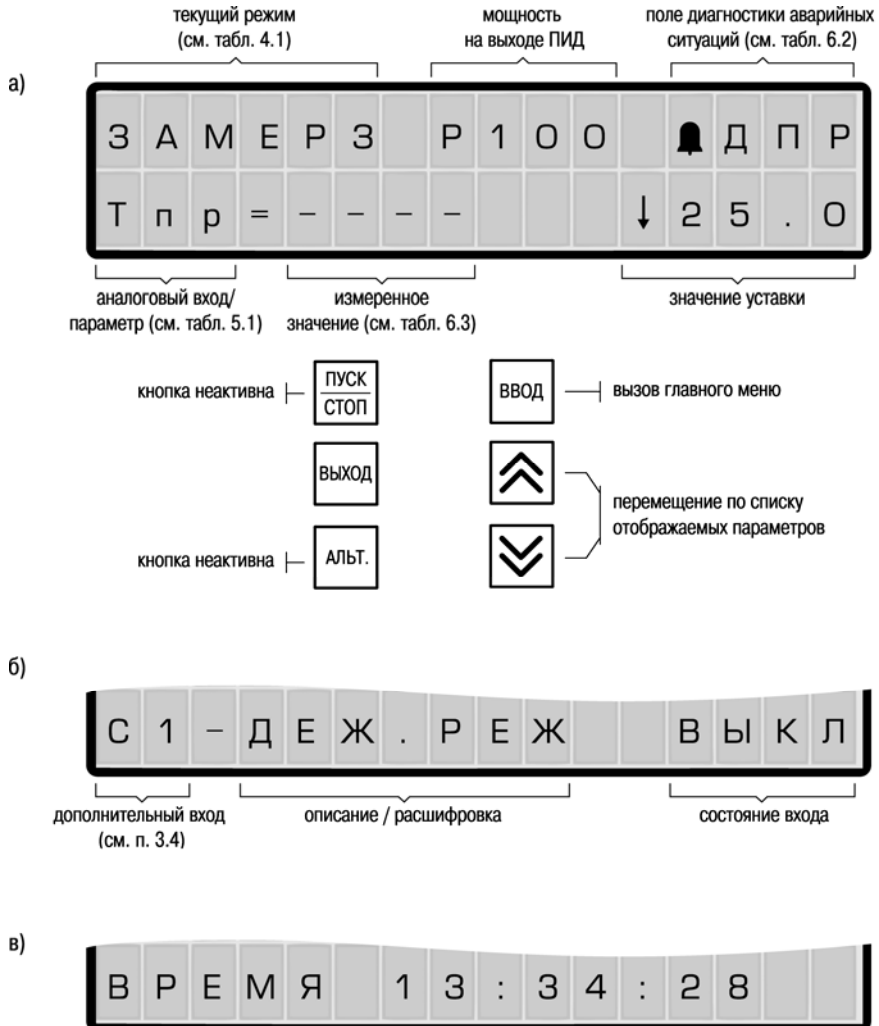

Рисунок 6.1
6.3.1 При возникновении нештатной ситуации, вызванной ошибкой измерения или изменением состояния дополнительных входов, на индикаторе в верхнем правом углу появляется сообщение с символом  (рисунок 6.1, а).
На индикаторе в поле диагностики аварийных ситуаций (рисунок 6.1) сохраняется и не сбрасывается кнопкой  информация об источнике, первым приведшем к переходу в текущий аварийный режим. Сброс возможен при снятии всех аварийных условий и смене режима работы прибора. Это сделано для возможности выяснения причин возникновения аварийной ситуации.
6.3.2 При работе прибора непрерывно производится диагностика состояния измерительных входов, предотвращающих возникновение различных нештатных ситуаций, связанных с неисправностью датчиков. При возникновении подобной ситуации код ошибки выводится на индикатор в соответствующем поле сообщений (рисунок 6.1, а). Коды ошибок измерения приведены в таблице 6.3.
При восстановлении работоспособности неисправных датчиков аварийный сигнал в верхнем правом углу (рисунок 6.1, а) сохраняется. Для сброса аварийного сигнала необходимо нажать кнопку .
6.3.4 Отображаемое обозначение (см. рисунок 6.1) функционального назначения дополнительного дискретного входа (см. п. 3.4) приведено в таблице 6.4.